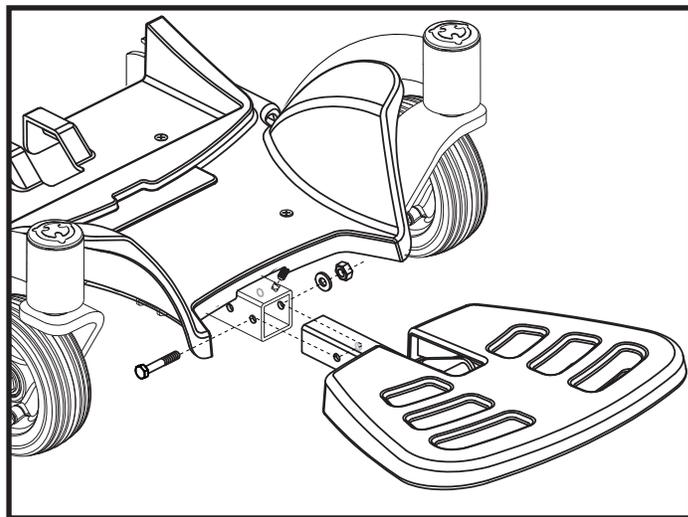

Figura 15. Profondità del pianale poggiaiedi
1. Rimuovere gli accessori dalla staffa del pianale poggiaiedi. **Vedere figura 15.**